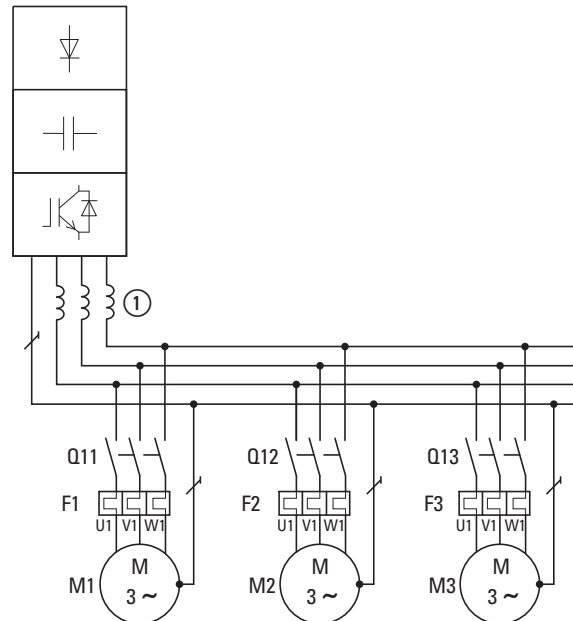

Abbildung 12: Parallelschalten mehrerer Motoren an einem Frequenzumrichter
Um die Stromverzerrung zu verkleinern, sollten Sie Motordrosseln (siehe hierzu ① in Abbildung 12) im Ausgang des Frequenzumrichters einsetzen.